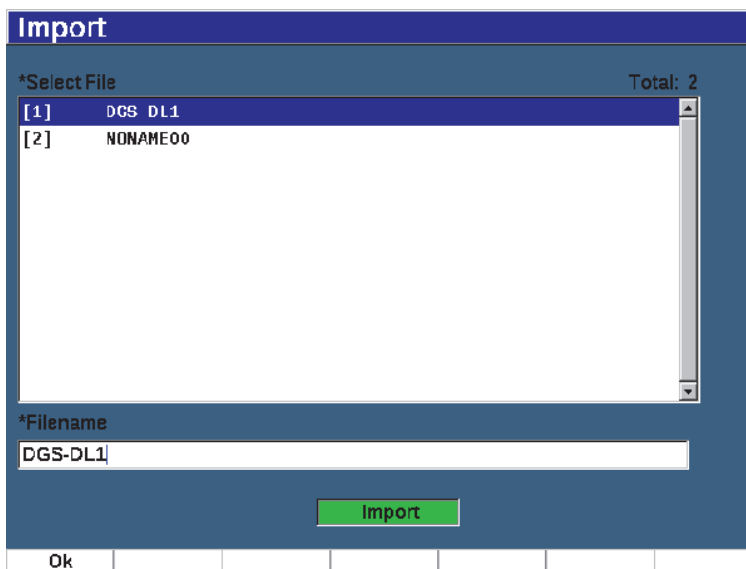

Figura 10-20 Página Import
1. Seleccione **Import** (tecla P3) para visualizar la página **Import** (vea la Figura 10-20 en la página 249).